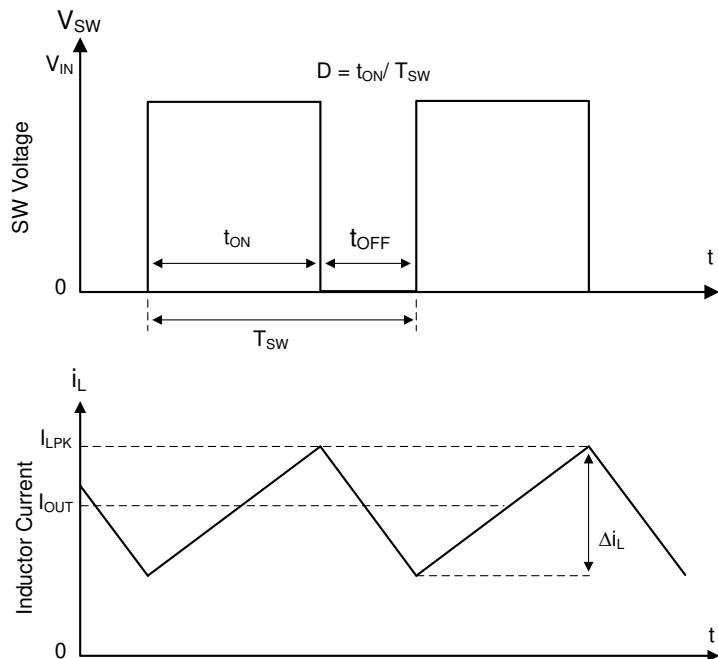

图 7-1. 连续导通模式 (CCM) 下的 SW 节点和电感器电流波形
LMR51460-Q1 的以下运行说明参考了 功能方框图 和图 7-1 中的波形。LMR51460-Q1 是一款同步降压转换器，具有集成式高侧 (HS) 和低侧 (LS) 开关 (同步整流器)。LMR51460-Q1 通过使用受控的占空比打开高侧和低侧 NMOS 开关，来提供稳定的输出电压。高侧开关导通期间，SW 引脚电压上升至约  $V_{IN}$ ，电感器电流  $i_L$  以线性斜率  $(V_{IN} - V_{OUT})/L$  增加。当高侧开关被控制逻辑断开时，低侧开关在经过反击穿死区时间后将会导通。电感电流通过低侧开关以斜率  $V_{OUT}/L$  放电。降压转换器的控制参数为占空比  $D = t_{ON}/T_{SW}$ ，其中  $t_{ON}$  是高侧开关导通时间， $T_{SW}$  是开关周期。转换器控制环路通过调整占空比  $D$  来维持恒定的输出电压。在可忽略损耗的理想降压转换器中， $D$  与输出电压成正比，与输入电压成反比： $D = V_{OUT}/V_{IN}$ 。